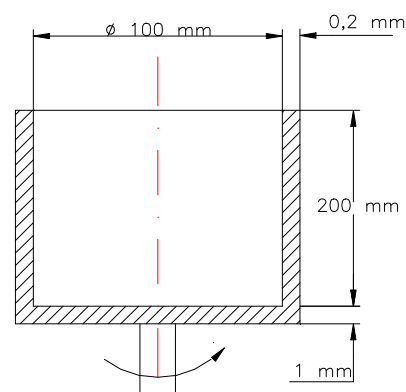

Figura 1.4.
1.4. Se tiene el cojinete que muestra la **Figura 1.4.**, que consta de dos cilindros coaxiales con un aceite de densidad relativa 0,95 entre ambos. Se pide: